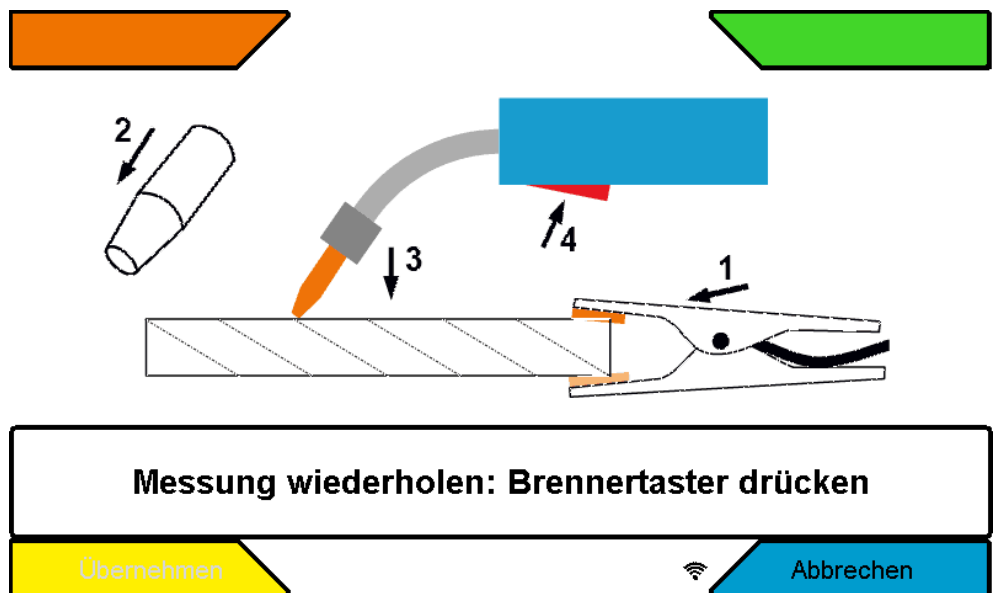

Abbildung 35: Untermenü Setup / System / Schweißkreisabgleich
- Anschließend wird auf der Bedienung die Grafik zum Schweißkreisabgleich angezeigt (Abbildung 35)